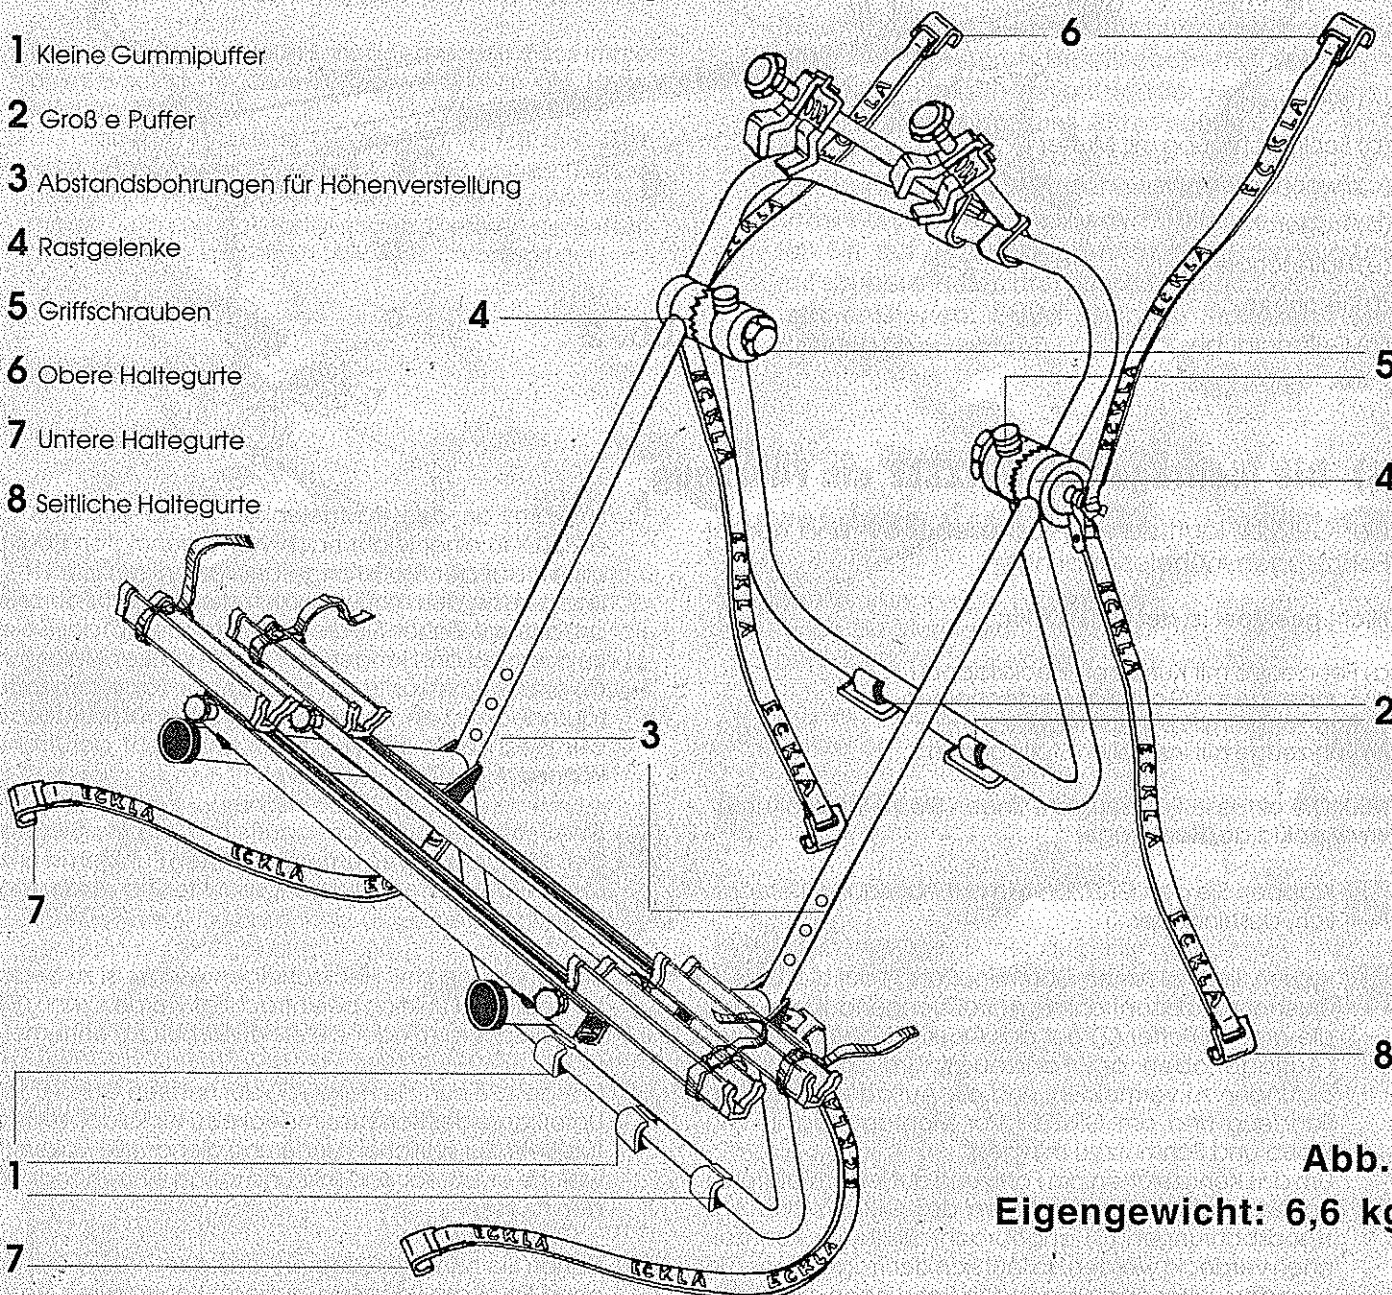

Abb.1
1. Klappen Sie den GRIZZLY, wie auf Abbildung 1 ersichtlich, auseinander.
2. Klipsen Sie die kleinen Gummipuffer (1) auf das untere Querrohr des Hauptrahmens (Stoßstangenaufgabe) und die großen Puffer (2) auf das Querrohr des Satzarmes (Auflage oben am Fahrzeug). Um Lackbeschädigungen zu vermeiden, sind die Auflageflächen am Fahrzeug und am GRIZZLY vor Montagebeginn von Staub und Schmutz zu reinigen. Um das Kennzeichen am Fahrzeug auf jeden Fall frei zu halten, sind am Hauptrahmen des GRIZZLY drei Abstandsbohrungen (3) angebracht. Sollte Ihr Kennzeichen verdeckt werden, so läßt sich der Trägerahmen in eine der weiter oben liegenden Bohrungen einsetzen. Bitte prüfen Sie das vor der weiteren Montage. Stellen Sie den Winkel zwischen Hauptrahmen und